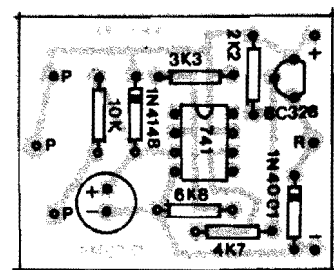
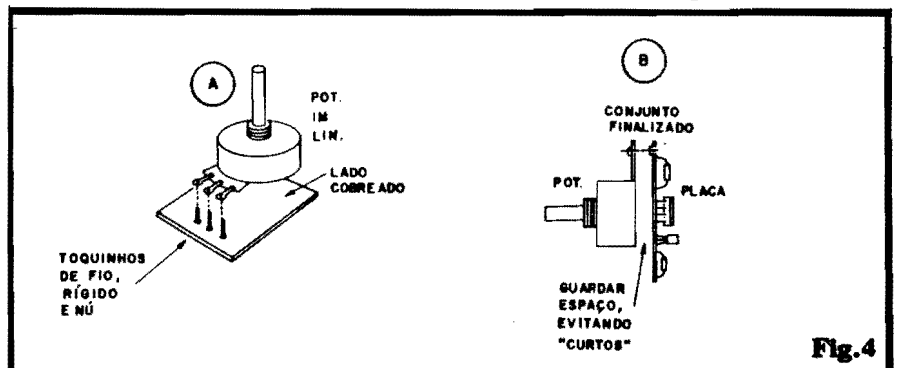

Fig. 3
Fig. 4
- FIG. 3 - CHAPEADO DA MONTAGEM - A plaquinha específica, agora visto pelo seu lado não cobreado, já com todas as peças do módulo (menos o potenciômetro, sobre o qual falaremos e detalharemos mais adiante...) colocadas. Atenção à posição do 741 (referenciada pela extremidade marcada), do BC328 (referenciada pelo lado "chato" do componente), dos diodos (indicada pela extremidade que contém uma cinta ou anel em cor contrastante...) e à polaridade do capacitor de 100u (eletrolítico de boa qualidade ou - de preferência - tântalo...). Cuidado, também, para não "trocar as bolas" quanto aos valores/posições dos resistores (qualquer inversão "bagunçará" o funcionamento do circuito...). Quem for novato **deve** recorrer aos encartes (já citados) INSTRUÇÕES GERAIS PARA AS MONTAGENS e TABELÃO APE, na busca de importantes subsídios práticos... Depois de todas as peças soldadas, tudo deve ser conferido (posições, valores, códigos, polaridades, etc.),
- FIG. 4 - LIGAÇÃO/FIXAÇÃO DO POTENCIÔMETRO - O potenciômetro de 1M deve ser ligado aos pontos P-P-P da placa (ver fig. 3), sob uma condição mecânica muito especial, destinada a enfatizar a compactação geral do módulo... Conforme vemos em 4-A, inicialmente três pedacinhos (uns 2 ou 3 centímetros cada...) de fio rígido e nú devem ser enfiados nos furos respectivos, e soldados, de modo que se projetem pelo lado cobreado (não pelo lado dos componentes...). Notem que os pontos P-P-P já estão "leiautados" e posicionados de